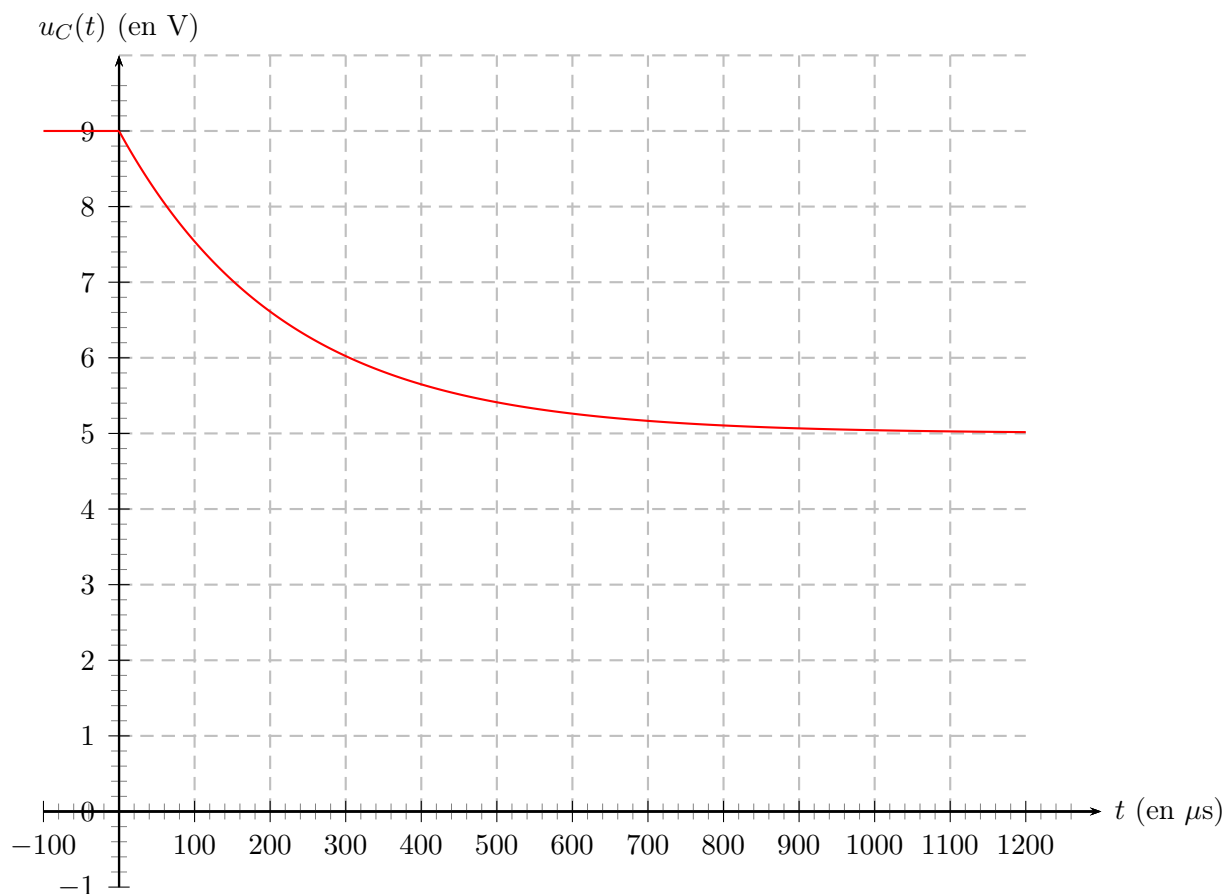

FIGURE 4 – Tension u_C aux bornes du condensateur en fonction du temps. La résistance R vaut $1,00 \times 10^4 \Omega$
4. On a représenté sur la figure 4 l'évolution temporelle de u_C pour $R = 1,00 \times 10^4 \Omega$. Déterminer les valeurs de E , C et q_0 correspondant à la courbe fournie.